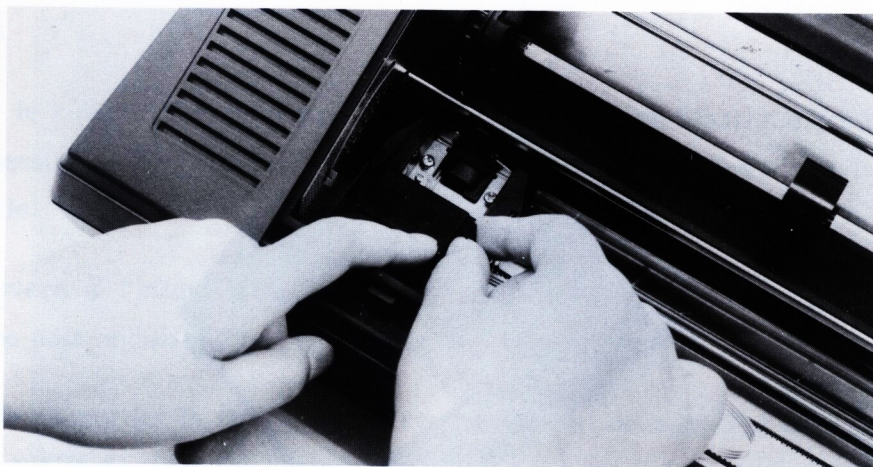

Figure 4
3. Tout en tournant la molette de la cassette dans le sens de la flèche, appuyer sur la droite de la cassette jusqu'à ce que cette dernière vienne s'encliquer contre la languette de verrouillage droite (voir la figure 4).